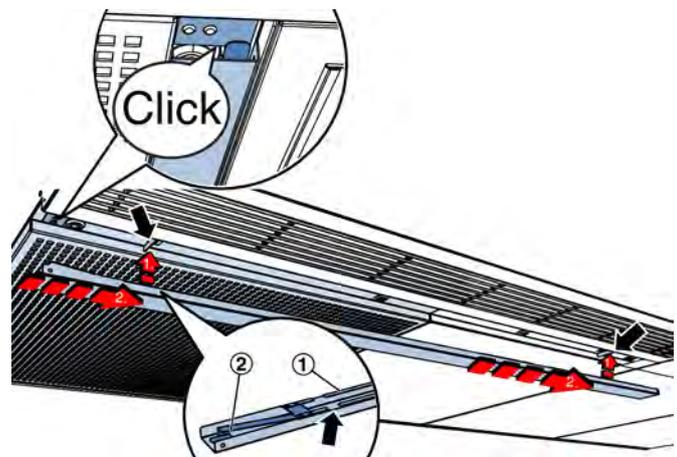

Abb. 83: Abdeckleiste anbringen
2. ▶ Abdeckleiste (Abb. 83 /1) am Revisionsdeckel in gezeigter Position aufstecken und in Richtung Gerätemitte aufschieben, bis die Verriegelungsfeder Abb. 83 /2) hörbar mit einem Klicken einrastet.